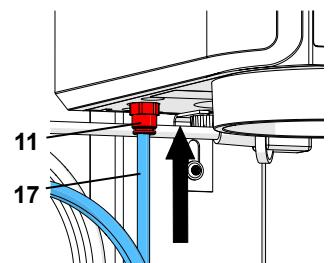

図. 5-a
従来の装置では、入力フィルター (12) が装置の外部に配置されています (図5-B)。この場合には、エアーホース (17) を入力フィルター (12) に差し込みます。その際、軽く抵抗を感じます。装置を入力フィルターなしで使用してはいけません!